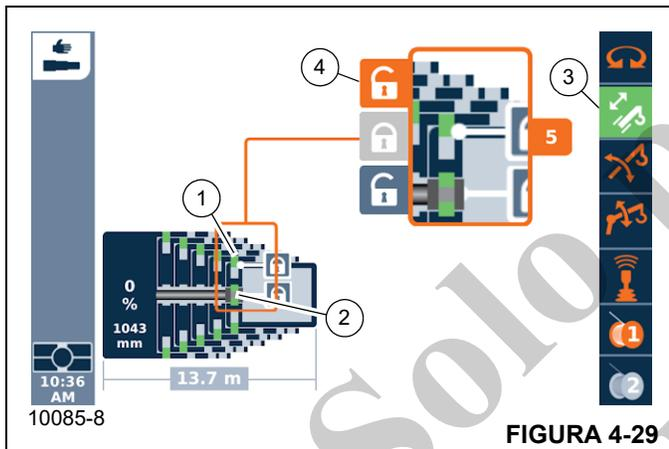

FIGURA 4-29
Función telescópica habilitada – símbolo (3, Figura 4-29) verde
1. Seleccione el símbolo (4, Figura 4-29).